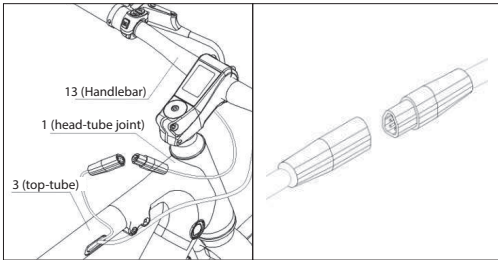

Figur 1-5
- Tryck på styret åt vänster och höger för att centrera dem; rotera dem något så att bromshandtagen är vinklade nedåt. Dra sedan gradvis åt skruvarna i en A-B-C-D-sekvens, som visas i [Figur 1-5].